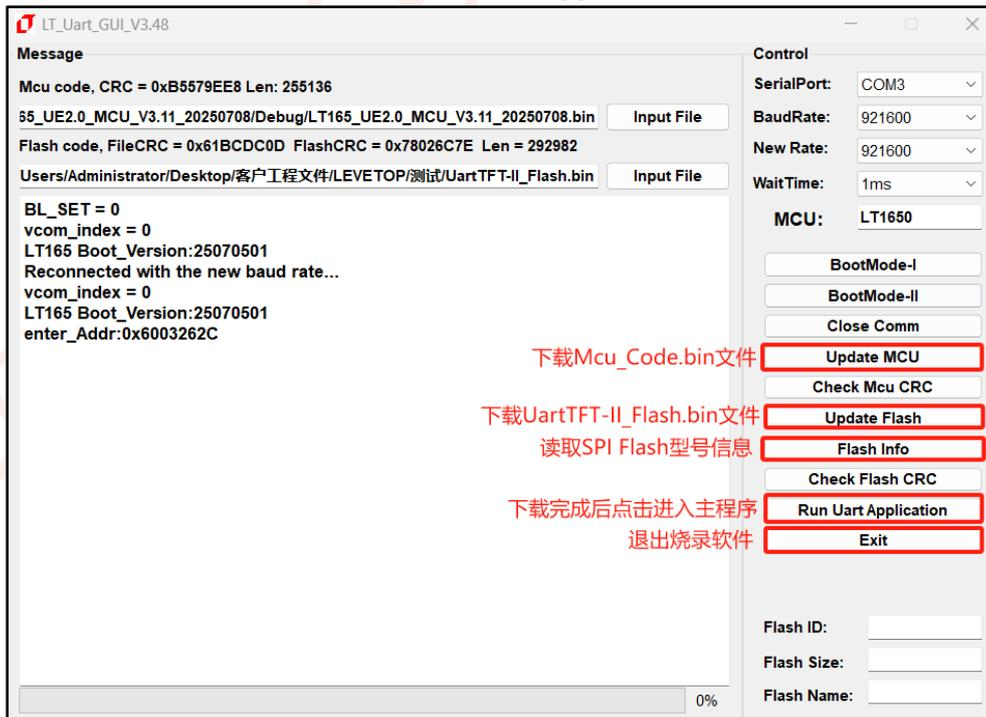
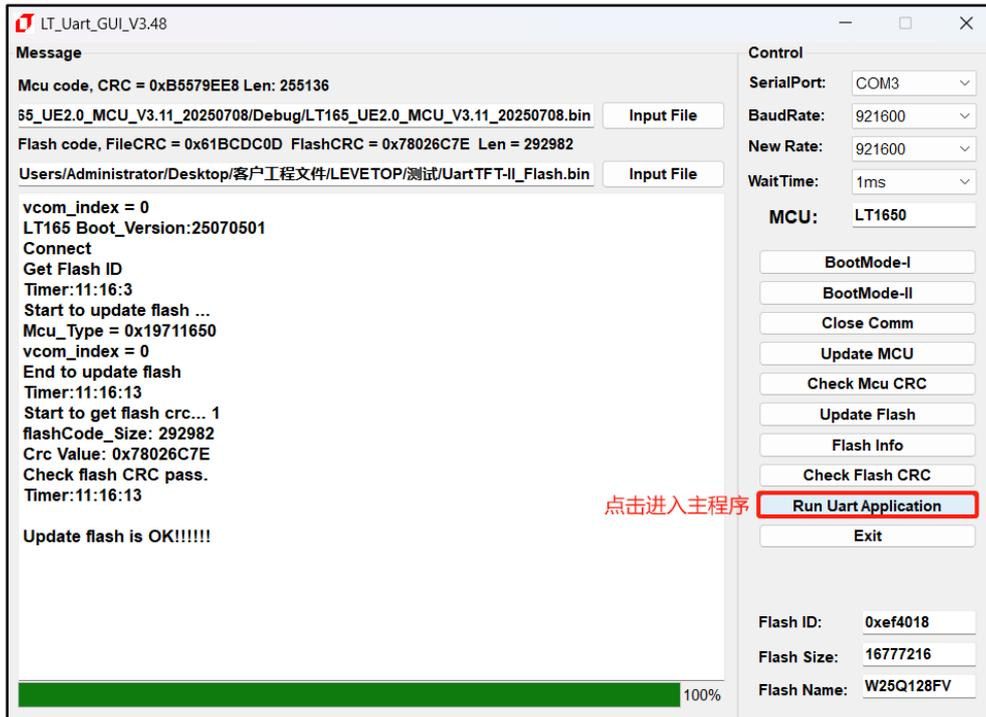

图 16-7: 串口升级软件界面说明
图 16-8: 点击进入主程序
3、打开 LT_Uart_GUI_Vxxx 软件后，检查 COM 口和 BaudRate 是否对应，点击 Open Comm。然后选择对应的端口，点击 Input File 添加需要烧录的 MCU_Code.bin 和 UartTFT_Flash.bin 工程文件，需确保 BaudRate 为 115200，再点击 Open Comm 打开端口连接。BaudRate 若不是 115200 则无法连接，建立连接后软件自动将下载速度调整至 921600。然后点击软件右侧 Update MCU 或者 Update Flash 进行更新，如图 16-7 所示。更新完成后，如图 16-8 所示，最后点击 Run Uart Application 可跳转到主程序。